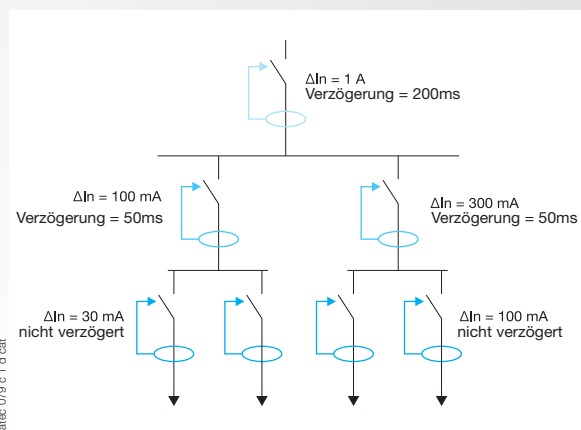

Bild 1
1. Die Ansprechzeit der FI-Schutzeinrichtung am Ausgang ( $t_{fB}$  Bild 2) muss kürzer sein als die Zeit des Nichtansprechens der Vorrichtung am Eingang ( $t_{nfA}$ ). Eine einfache Lösung, mit der diese Bedingung erfüllt werden kann, ist die Verwendung einer FI-Schutzeinrichtung der Klasse S (mit einstellbarer Verzögerung). Die Verzögerung der FI-Schutzeinrichtung am Eingang muss größer sein als die Verzögerung der FI-Schutzeinrichtung am Ausgang (siehe Bild 1).
2. Die Empfindlichkeit der FI-Schutzeinrichtung am Ausgang  $I_{\Delta n B}$  muss weniger als die halbe Empfindlichkeit der FI-Schutzeinrichtung am Eingang  $I_{\Delta n A}$  betragen (siehe Bild 1 und 2).